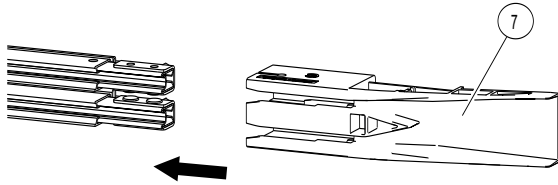

Abb. 21: Einfahrtrichter über Einspeisestelle schieben
- Einfahrtrichter über das Schleifleitungsende schieben (siehe Abb. 21).